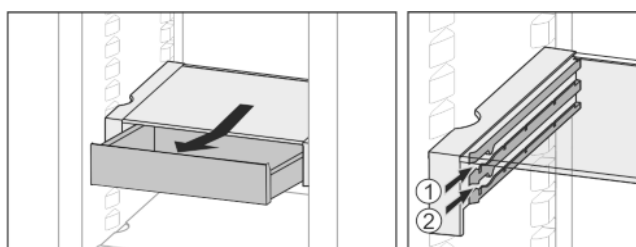

Fig. 23
- ▶ Inserire all'altezza desiderata Fig. 23 (1) o Fig. 23 (2).